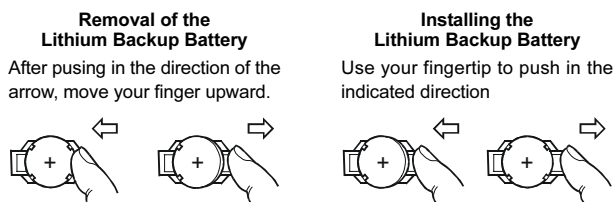

FIGURE 4
8. Suivre les prescriptions de la figure 4, enlever la vieille batterie, et la remplacer par une neuve du même type.